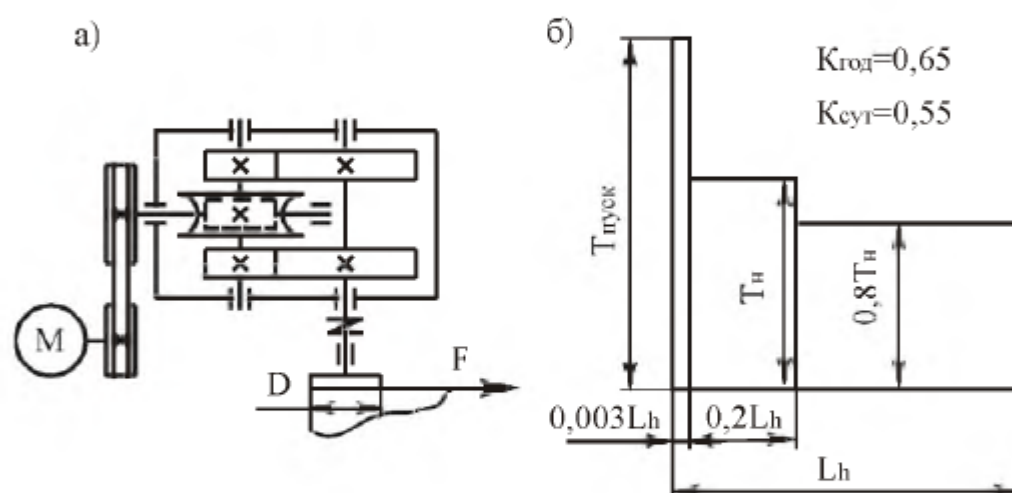

Рис. 6.12. Привод ленточного конвейера:
**Тема 12.** Спроектировать привод ленточного конвейера (рис. 6.12, табл. 6.12). Привод вала барабана ленточного конвейера осуществляется от асинхронного электродвигателя общего машиностроительного применения через открытую клиноременную передачу и червячно-цилиндрический двухступенчатый редуктор. Быстроходная ступень – червячная с нижним расположением червяка, тихоходная ступень – цилиндрическая с раздвоенным потоком мощности.